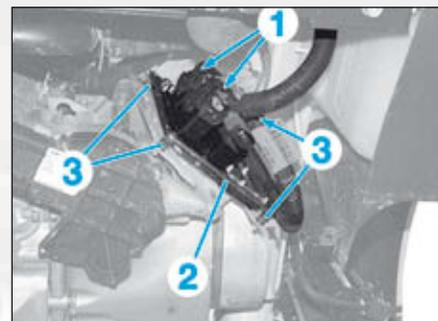

FIG.14
- Débrancher les deux connecteurs (1) du calculateur (Fig.14).
- Dégrafer le calculateur (2) de la boîte de vitesses.
- Couper les cales élastiques (3) et retirer le calculateur.